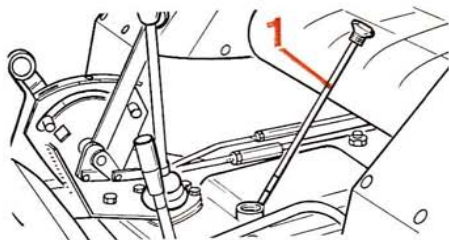

Fig. 51
Faire le plein à l'aide de 17,70 litres d'huile **MOBILUBE HD 80-90** par l'orifice de la jauge (1) fig. 51.